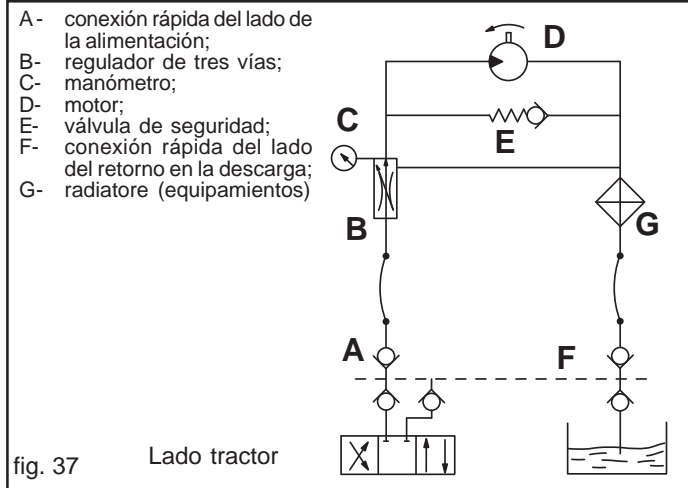

fig. 37 Lado tractor
- a) **instalación dependiente:** conectada a la instalación del tractor (Fig. 37);
- **Alimentación del aceite:** atégase a los datos del esquema de la Fig. 37. Conecte correctamente los tubos hidráulicos a los distribuidores del tractor, siguiendo las indicaciones presentes en cada tubo.
Sólo cuando el aceite alcanza una temperatura ideal y la velocidad sea estable, es posible regular la presión. Si el equipo se usa con diferentes tractores y, por consiguiente, con diferentes distribuidores y aceites, hay que repetir el procedimiento de regulación para cada tractor. En los tractores con bomba de caudal variable (circuito hidráulico cerrado), equipados con regulador del caudal de aceite, hay que abrir por completo el regulador de tres vías (B, Fig. 37) y, comenzando con poco caudal de aceite, abrir gradualmente el regulador interior del circuito del tractor hasta alcanzar la presión deseada, indicada por el manómetro (C, Fig. 37).